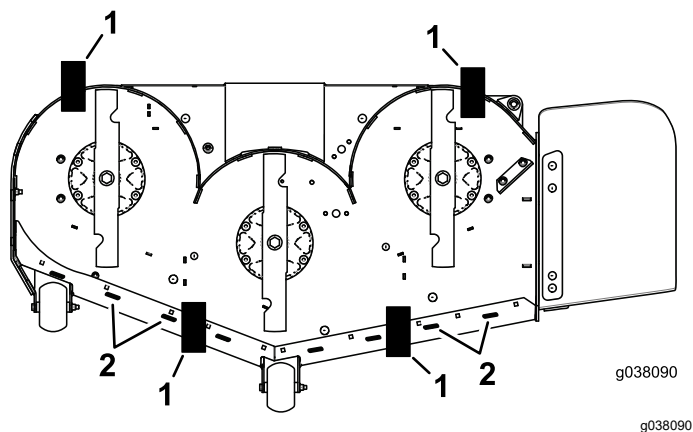

Figura 84
11. Coloque dos bloques (consulte la tabla *Altura de los bloques e inclinación*) debajo del borde trasero del faldón de la carcasa de corte, uno en cada lado de la carcasa de corte (**Figura 84**).